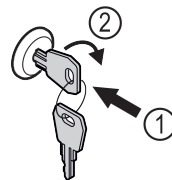

Fig. 240
- ▶ Introduceți cheia prin apăsare. Fig. 240 (1)
- ▶ Rotiți cheia cu 90° în sensul acelor de ceasornic. Fig. 240 (2)